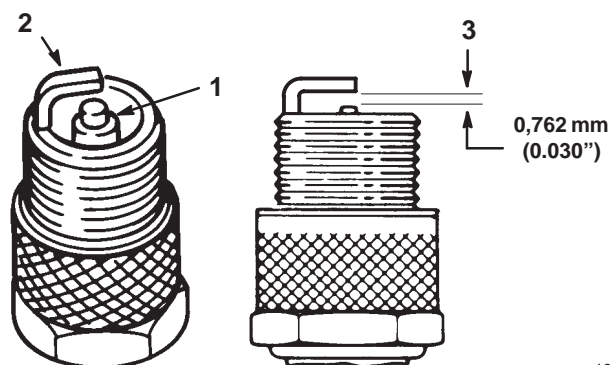

Abbildung 24
- Auf die Mitte der Zündkerze sehen (Abb. 24). Wenn der Kerzenstein hellbraun oder grau ist, ist der Motor richtig eingestellt. Eine schwarze Schicht am Kerzenstein weist gewöhnlich auf einen schmutzigen Luftfilter hin.
- Den Abstand zwischen den mittleren und seitlichen Elektroden prüfen (Abb. 24). Die seitliche Elektrode verbiegen (Abb. 24) wenn der Abstand nicht stimmt.